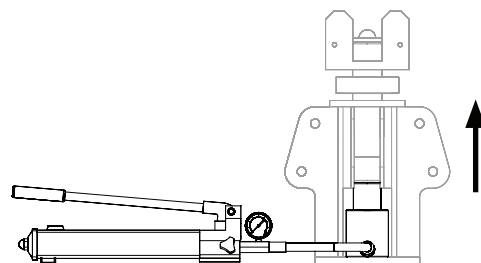

Fig. C2.01b
2. Pompate il cilindro idraulico (50.1) all'altezza desiderata (min. 50 mm). (Fig. C2.01b)